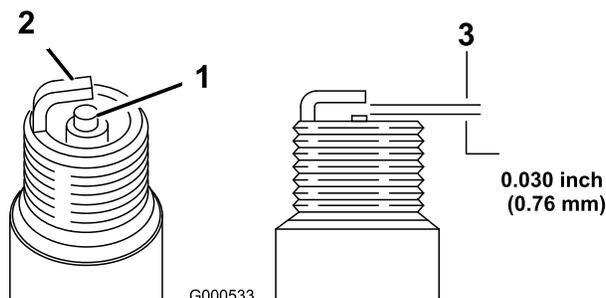

Figura 28
1. Mire la parte central de la bujía (Figura 28). Si se observa un color gris o marrón claro en el aislante, el motor está funcionando correctamente. Si el aislante aparece de color negro, significa que el limpiador de aire está sucio.
2. Compruebe la separación entre los electrodos central y lateral (Figura 28). Si la distancia no es correcta, doble el electrodo lateral (Figura 28).